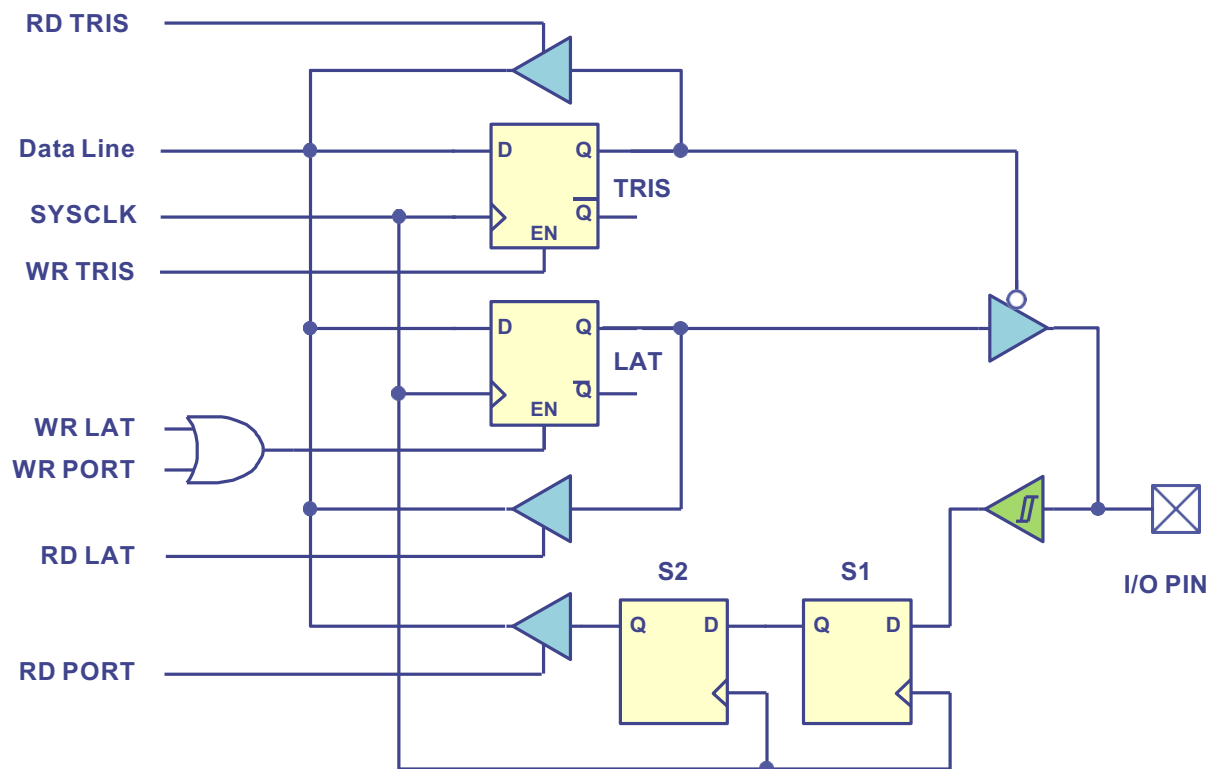

Figura 5. Diagrama de blocos simplificado de um porto de I/O no PIC32.
A Figura 5 apresenta o diagrama de blocos de um porto de I/O de 1 bit no PIC32. Nesse esquema, já abordado nas aulas teóricas, convém destacar os dois flip-flops S1 e S2 presentes no caminho do porto para efeitos de leitura. Esses *flip-flops*, em conjunto, formam um *shift register* de duas posições que visa a sincronização do sinal externo que se pretende ler com o instante de leitura do CPU. Estes dois *flip-flops* impõem um atraso de, até, dois ciclos de relógio na propagação do sinal externo até ao barramento de dados do CPU ("data line").
Esta solução funciona porque o valor escrito em LATE num ciclo de relógio fica disponível para ser lido no ciclo de relógio seguinte, como se pode facilmente verificar no esquema da Figura 5.
- A escrita num porto configurado como entrada não tem qualquer consequência. O valor é escrito na *latch* do porto mas não fica disponível no exterior uma vez que é barrado pela porta *tri-state* que se encontra na saída da *latch* e que está em alta impedância (ver Figura 5).